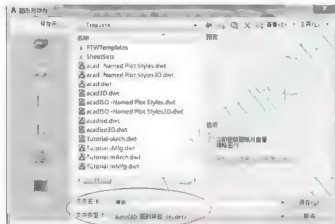

图 4.82 样板说明
(9) 调整视图范围。
① 打开【正交】功能并启动【直线】命令。
② 绘制一条长度为15000mm的水平线。
③ 双击鼠标滚轮执行【范围缩放】命令。
④ 启动【删除】命令将水平线删除。
(10) 将图形文件另存：执行菜单栏中的【文件】|【另存为】命令，打开【图形另存为】对话框，在【文件类型】下拉列表中选择【AutoCAD图形样板 (*.dwt)】选项，此时AutoCAD自动选择AutoCAD 2018安装目录下的Template(样板)文件夹。将文件命名为“模板”，如图4.82所示。